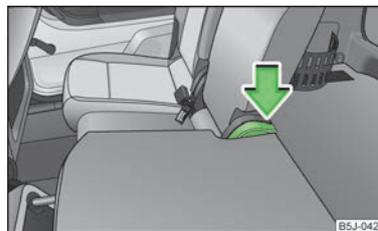

Fig. 43
- Presionar la palanca » fig. 43 y desplegar el respaldo. Asegurarse al tirar de que el respaldo haya encastrado.